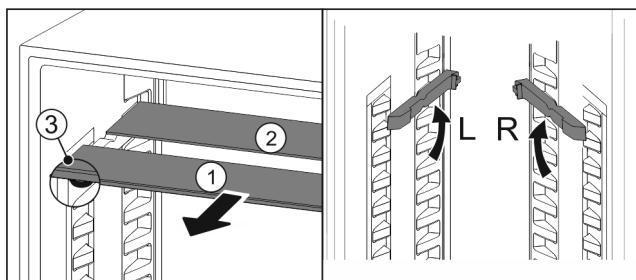

Fig. 94
- Glasplaten afzonderlijk vanaf de voorkant eruit trekken Fig. 94 (1).
- ▷ Glasplaat Fig. 94 (1) met sierlijst ligt voor.
- ▷ Stops Fig. 94 (3) zijn naar onder gericht.